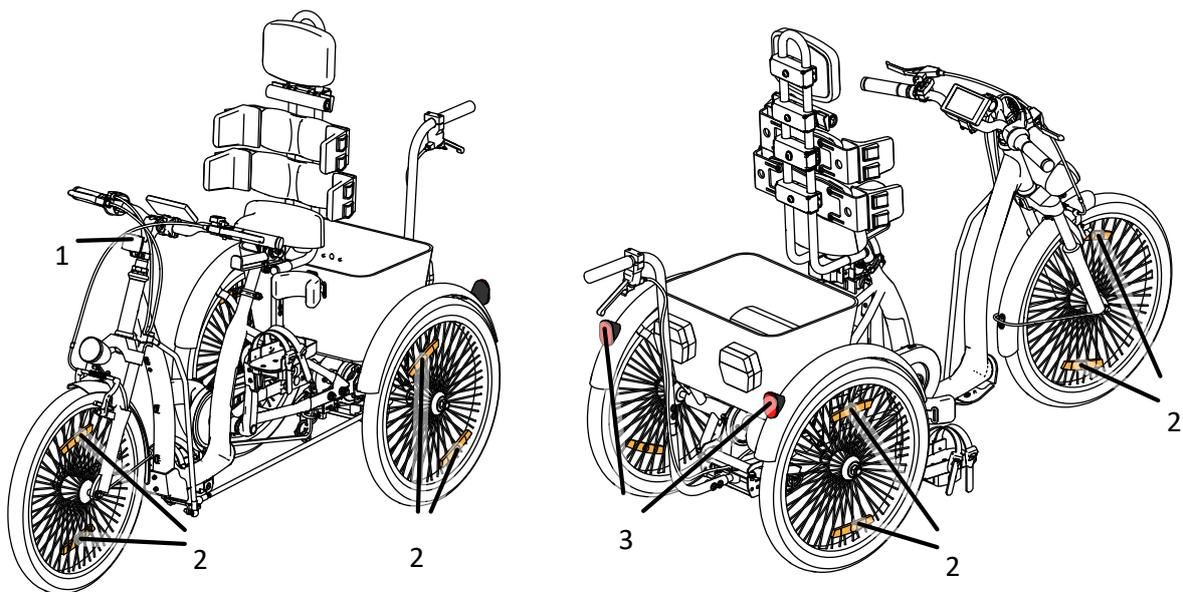

Abb. 7
Die eHOP TRIKES-Fahrräder sind mit elektrischer Beleuchtung und Reflexlicht ausgestattet. Die Anordnung der Rückstrahler ist auf Abb. 7 abgebildet. Das weiße Reflexlicht (1) ist am Lenkervorbau befestigt und ist in der Neigung verstellbar. An jedem Rad befinden sich orangefarbene Reflexlichter (2). An den hinteren Kotflügeln sind rote Reflexlichter (3) angebracht.